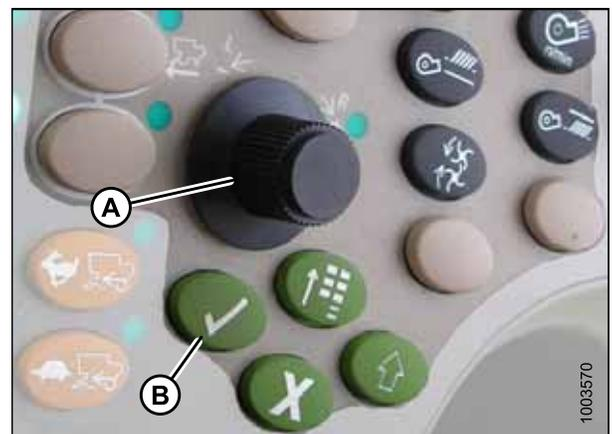

Рисунок 3.267: Консоль управления комбайна John Deere
7. Выберите HEADER (ЖАТКА) в поле (А), перейдя к нему с помощью ручки, и нажмите кнопку с галочкой (ручка и кнопка показаны на рис. 3.267, страница 191).